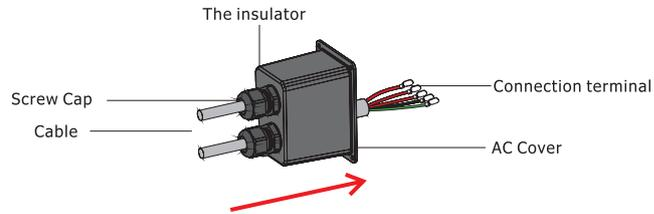

Abb.4.3-4 Das AC-Kabel wird durch die Klemmenabdeckung geführt
Step 2. Führen Sie das Netzkabel mit Hilfe der Klemmen in der Zubehörbox durch die Klemmenabdeckung. Siehe Abbildung 4.3-4.